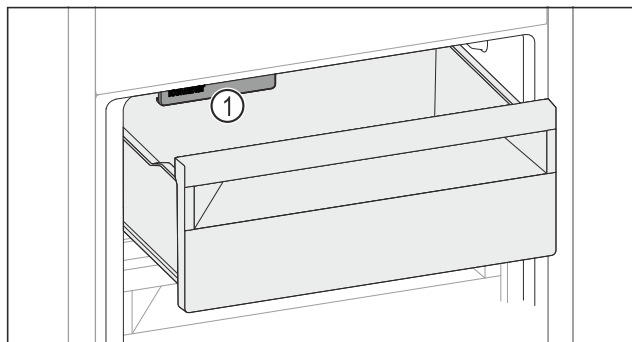

Fig. 167
- Dávejte pozor na IceMaker Fig. 167 (1).